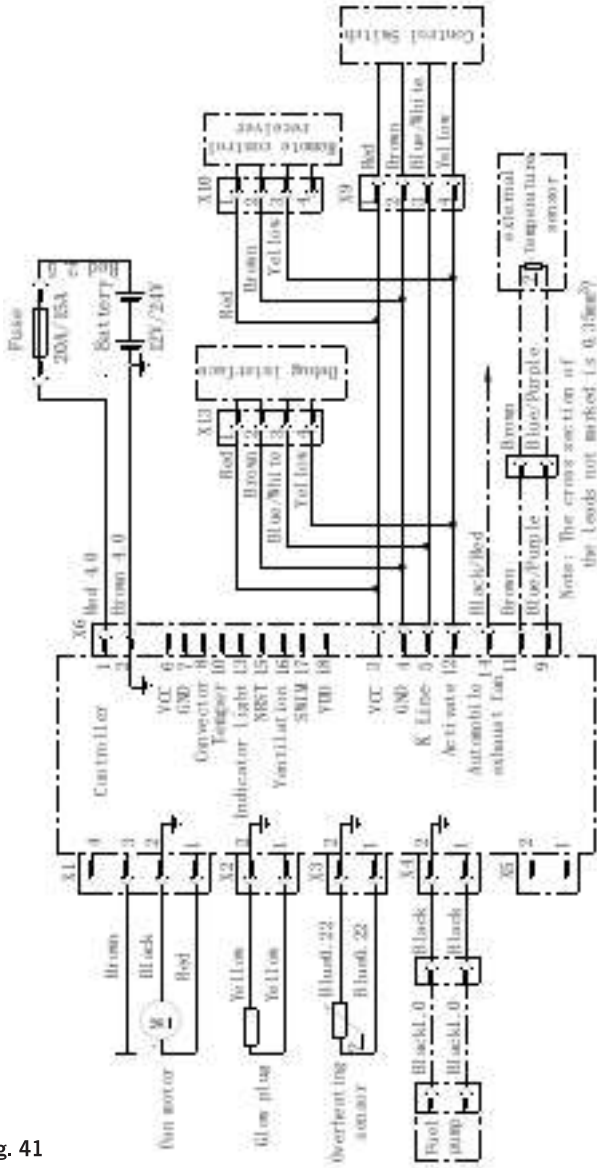
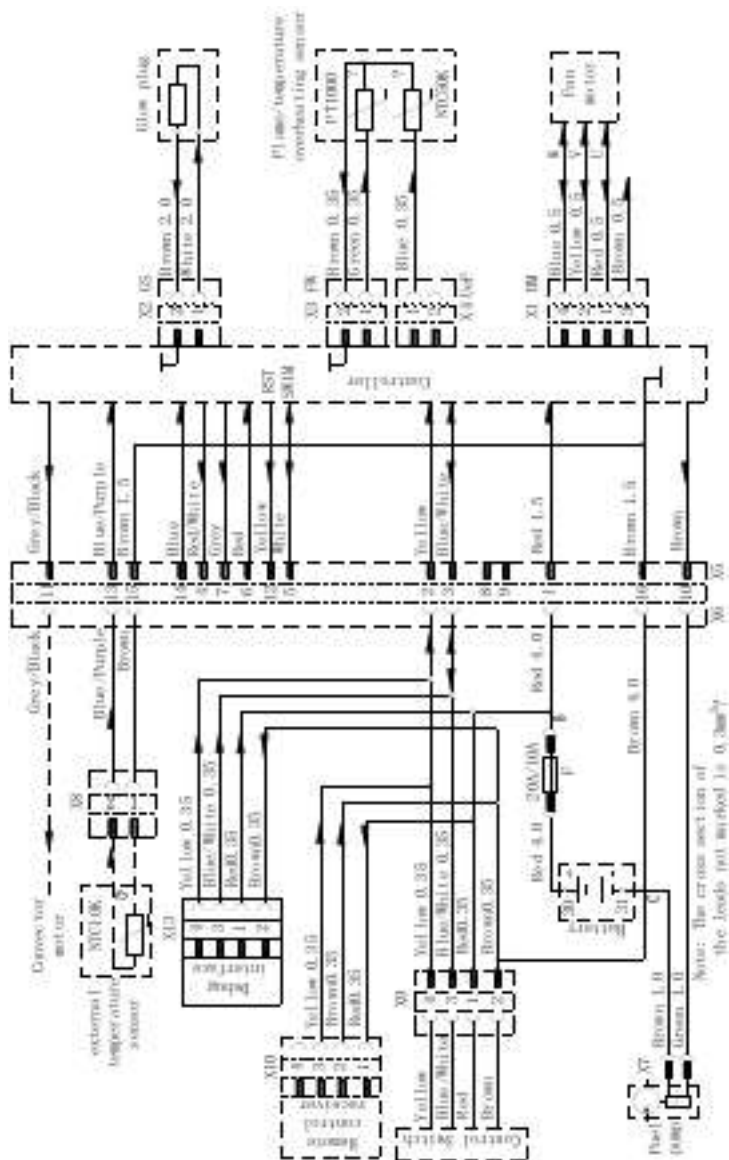

Fig. 41
Fig. 42
- Kopplingsscheman för värmaren visas i fig. 41 (sidan 52) och i fig. 42 (sidan 53).